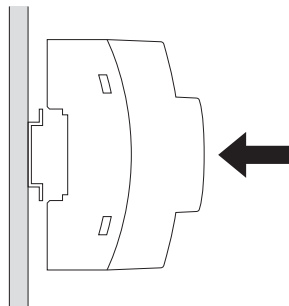

Fig.11-2: Montage KNX Coupler auf Tragschiene
- Den Geniax KNX Coupler auf eine 35-mm-Tragschiene nach EN 60715 aufrasten (Fig. 11-2).